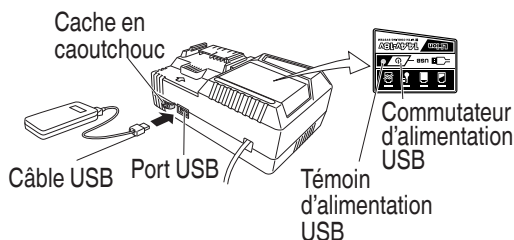

Fig.8
- (2) Mettez le commutateur d'alimentation USB sur marche (Fig. 8)
- (3) Connectez le câble USB. (Fig. 8)
- Mettez le commutateur d'alimentation USB sur arrêt et débranchez le câble d'alimentation de la prise électrique. (Fig. 8)